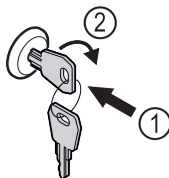

Fig. 207
- Uvucite ključ. Fig. 207 (1)
- Okrenite ključ za 90° nadesno. Fig. 207 (2)